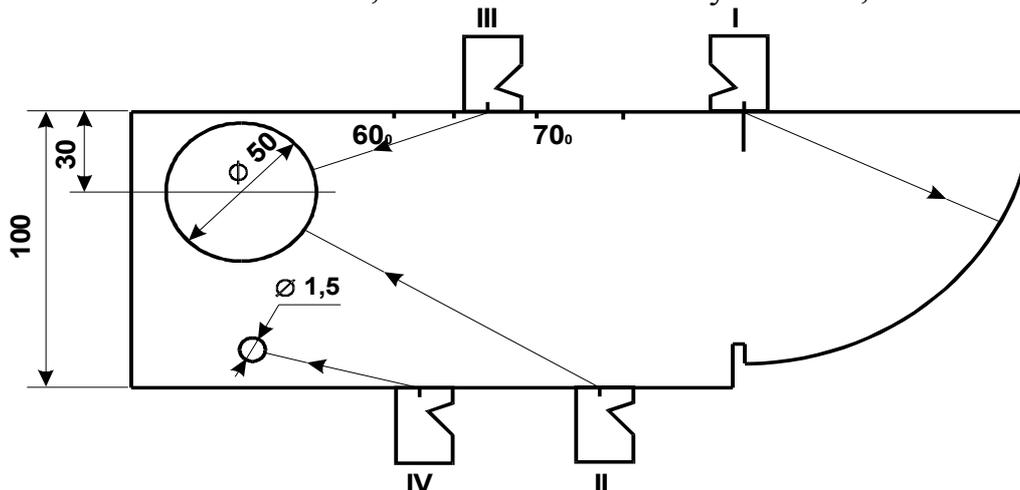

Рисунок 5.14
5.6.2 Приложите ПЭП к V1 так, как показано на Рисунок 5.14, поз. I.
5.7.9 Угол ввода определяется из положений II, III или IV ПЭП Рисунок 5.14 в зависимости от того, в какой диапазон углов попадает значение угла данного ПЭП. При этом положение II соответствует диапазону $10^0 - 60^0$, положение III - $60^0 - 75^0$ и положение IV - $75^0 - 80^0$.
5.7.10 Поставьте ПЭП на поверхность V1 в одно из положений II, III или IV Рисунок 5.14 в зависимости от известного ранее угла ввода. Перемещая ПЭП вдоль по поверхности, получите эхосигнал от соответствующего бокового цилиндрического отверстия.
5.8.2 Используя табл. 5.3 (для положения II ПЭП на Рисунок 5.14), табл. 5.4 (для положения III ПЭП на Рисунок 5.14) и табл. 5.5 (для положения IV ПЭП на Рисунок 5.14) определите по углу ввода α точное значение расстояния по лучу r для данного ПЭП.